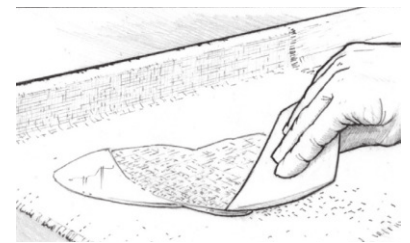

Figura 24 Esparza el epóxico sobre la superficie de la tela con un esparcidor de plástico.
5. Extienda el epóxico sobre la superficie de la tela con un esparcidor de plástico, trabajando el epóxico suavemente desde el punto de vertido a las áreas secas (Figura 24). Utilice un rodillo de espuma o un cepillo para impregnar la tela sobre superficies verticales. Debidamente impregnada la tela es transparente. Las áreas blancas indican tejido seco. Si está aplicando la tela sobre una superficie porosa, asegúrese de dejar suficiente epóxico para ser absorbido tanto por la tela como por la superficie debajo de ella. Trate de limitar la cantidad de pasadas de rodillo, cuanto más "trabaje" la superficie húmeda, las burbujas de aire más pequeñas se colocan en suspensión en el epóxico. Esto es especialmente importante si planea usar un acabado claro. Puede utilizar un rodillo o un cepillo para aplicar epóxico a superficies horizontales y verticales.